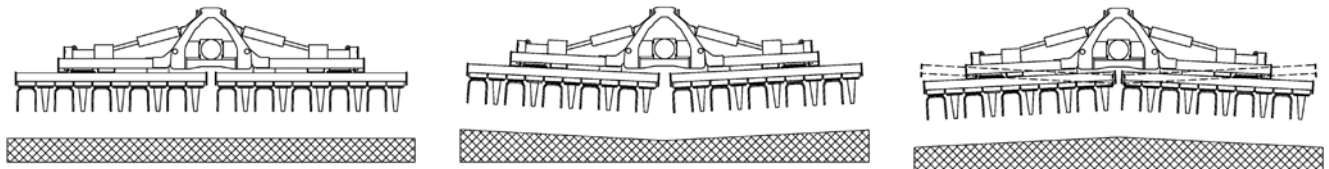

**FIG. 39**
Die Schrauben losdrehen (2, "Fig. 39"). Den Seitenscharnier heben und senken (1). Die Schrauben festdrehen (2).